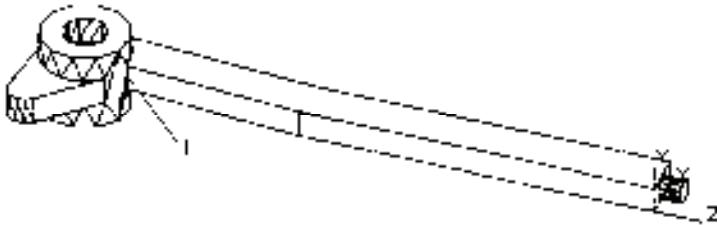

图 10-107 创建圆柱体
③ 单击“建模”工具栏中的“圆柱体”按钮 $\square$ ，以坐标点(5,3,0)为原点，绘制半径为“2.5”，高度为“5”的圆柱体，如图 10-107 所示。
④ 单击“实体编辑”工具栏中的“并集”按钮 $\oplus$ ，将视图中所有实体合并为一体。
① 单击“修改”工具栏中的“圆角”按钮 $\square$ ，选取图 10-107 所示的交线 1，圆角半径为“5”创建圆角。命令行提示与操作如下。
选择第一个对象或 [放弃(U)/多段线(P)/半径(R)/修剪(T)/多个(M)]: (选择图 10-107 所示的交线 1)
选择边或 [链(C)/环(L)/半径(R)]: (选择图 10-107 所示的交线 1)